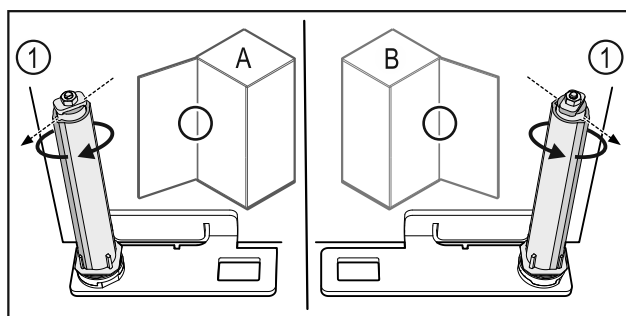

Fig. 55 Hapja majtas (A) / Hapja djathtas (B)
- Rrotulloni sistemin e mbylljes kundër rezistencës, derisa shufra e sistemit të mbylljes Fig. 55 (1) të jetë drejtuar nga jashtë.